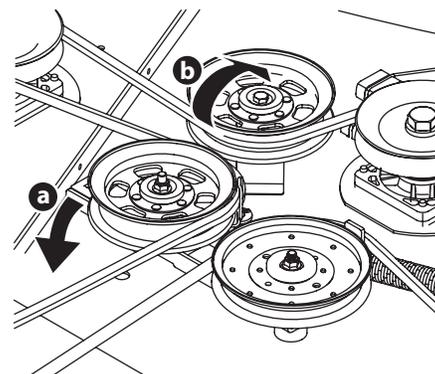

Figure 4-11
- b. Placez-vous à côté de l'appareil de façon à faire pivoter le support de la poulie de tension et la poulie de tension vers l'arrière jusqu'à ce que vous puissiez soulever la courroie en « V » (a) par-dessus la poulie de tension (b). Voir Figure 4-11.